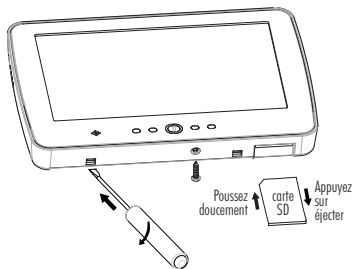

Figure 1 – Dépose de la plaque arrière.
1. Retirez la carte SD avant d'ouvrir l'écran tactile (voir la Figure 1).
ATTENTION : la carte mémoire SD doit être insérée dans le bon sens dans le lecteur (voir la Figure 1).